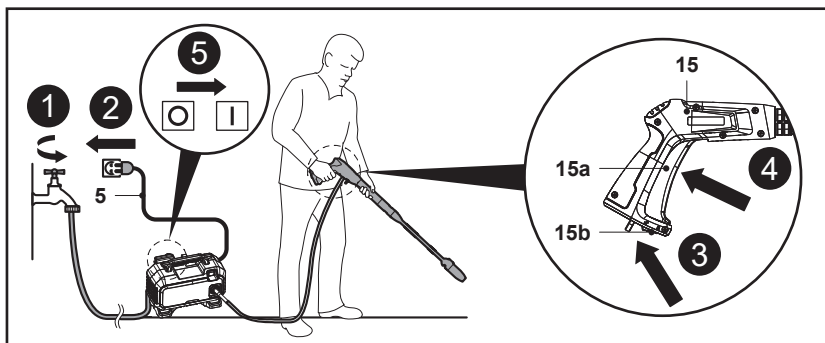

Fig. 11
1. Abra a torneira da água a fim de permitir que a água flua para a bomba (Fig. 11, passo 1).
2. Ligue o cabo de alimentação (5) à fonte de alimentação, certificando-se de que o interruptor para ligar / desligar (3) está na posição de desligado (Fig. 11, passo 2).
3. Puxe para trás a trava do gatilho (15b) na parte inferior da pistola de pulverização (15) a fim de destravar o gatilho (15a) da pistola (Fig. 11, passo 3).
4. Aperte totalmente o gatilho (15a) até existir um fluxo constante de água para purgar o ar da máquina e da mangueira de abastecimento de água (Fig. 11, passo 4). Em seguida, solte o gatilho (15a) da pistola de pulverização.
5. Ligue a máquina premindo o interruptor para ligar / desligar (3) a fim de o colocar na posição "I" (Fig. 11, passo 5).